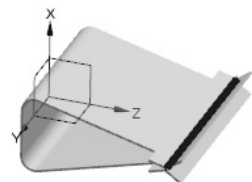
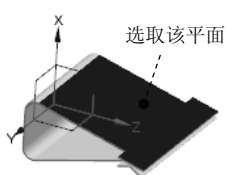
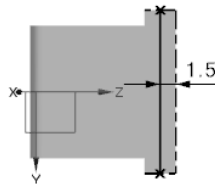

图 4.8.15 “折弯”特征 4
图 4.8.16 选取草图平面
图 4.8.17 折弯线
Step7. 创建图 4.8.15 所示的“折弯”特征 4。选择下拉菜单 **插入(S)** → **折弯(B)** → **折弯(B)...** 命令，系统弹出“折弯”对话框；单击 按钮，系统弹出“创建草图”对话框，选取图 4.8.16 所示的平面为草图平面，绘制图 4.8.17 所示的折弯线，完成后退出草图环境；在“折弯”对话框 **折弯属性** 区域下的 **角度** 文本框中输入折弯角度值 50；单击“反侧”按钮 ，反转折弯侧；在 **内嵌** 下拉列表中选择 **折弯中心线轮廓** 选项；在 **折弯参数** 区域中单击 **折弯半径** 文本框右侧的 按钮，在弹出的菜单中选择 **使用本地值** 选项，然后在 **折弯半径** 文本框中输入折弯半径值 0.2；单击 **确定** 按钮，完成特征的创建。